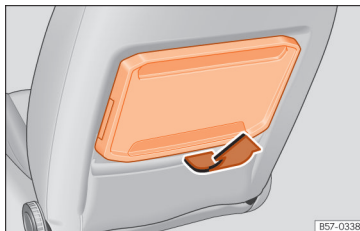

Abb. 4 Vordersitz links: Klapptisch.
- Ziehen Sie den Tisch in Pfeilrichtung nach oben, bis er einrastet »» Abb. 4.